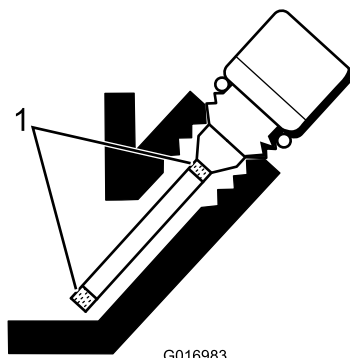

Bild 30
5. Füllen Sie bei niedrigem Ölstand so viel Öl ein, dass der Stand zwischen den Markierungen an der Anzeige liegt (Bild 30).